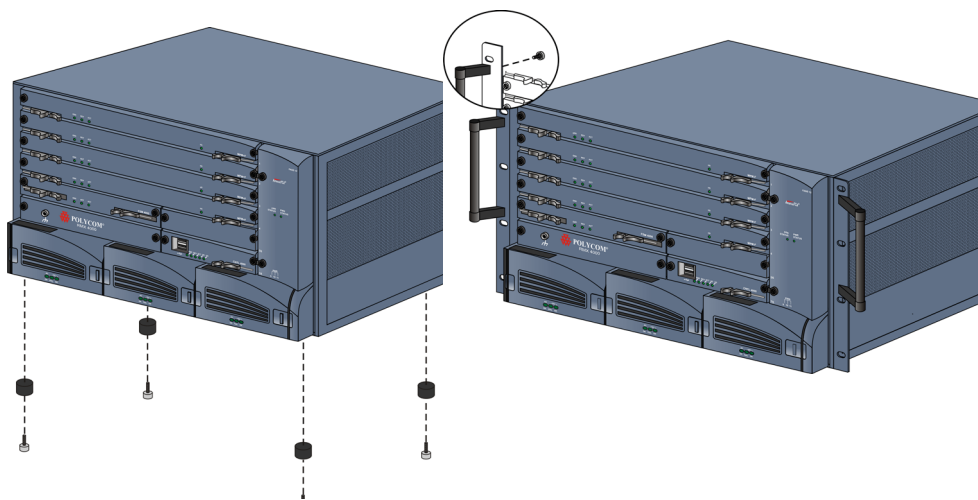

图 1-1 可选 - 快速移除基脚和手柄
- 可选 - 根据您场地上安装的机架，如果 RMX 4000 上装有手柄，您可能需要将其取下。从基座上拧下手柄，如图 1-1, *可选 - 快速移除基脚和手柄* 中所示。
- 可选 - 如果分配给 RMX 4000 的机架开口刚好为 6U，必须从 RMX 4000 上取下基脚将其安装到机架中。从基座中拧下基脚，如图 1-1, *可选 - 快速移除基脚和手柄* 中所示。